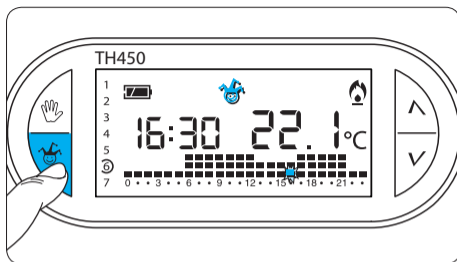

Fig. 36
10.2- Premere il pulsante  (fig. 36).